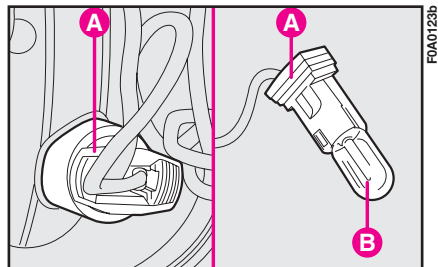

fig. 21
2) Ruotare il portalamпада **A**-fig. 21 ed estrarlo dalla relativa sede quindi sfilare la lampada **B** montata a pressione sul connettore **A**.